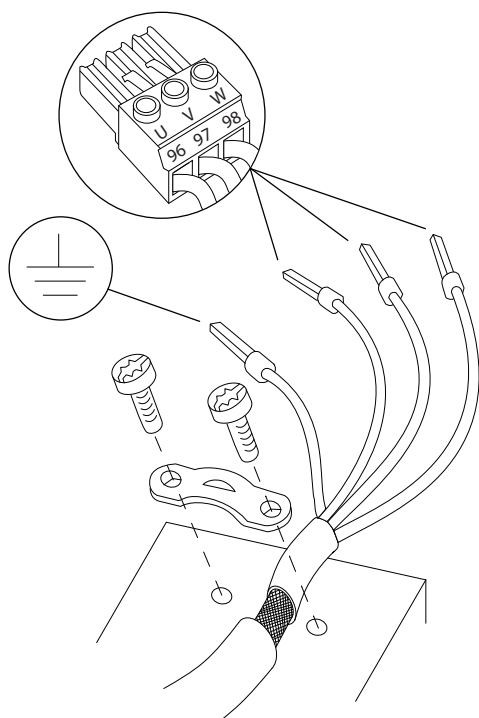

Abbildung 4.5 Motoranschluss
- Schließen Sie das Erdungskabel gemäß den Erdungsanweisungen in *Kapitel 4.3 Erdung*, siehe *Abbildung 4.5* an die nächstgelegene Erdungsklemme an.
- Schließen Sie die 3 Phasen des Motorkabels an die Klemmen 96 (U), 97 (V) und 98 (W) an, siehe *Abbildung 4.5*.